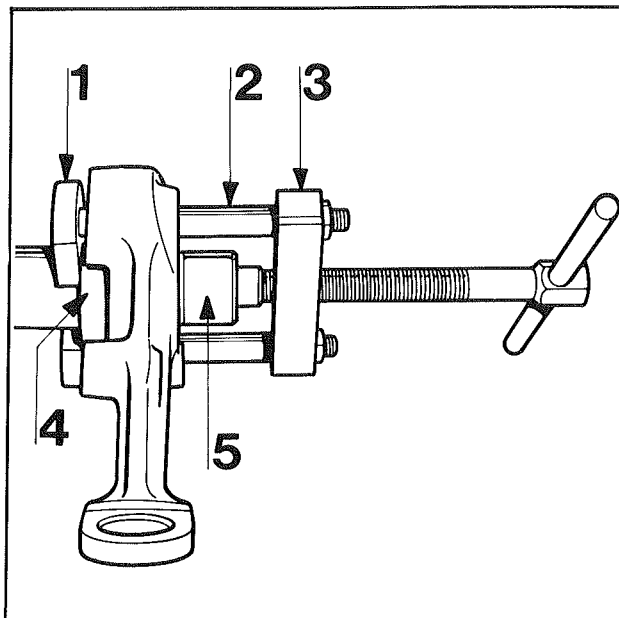

Fig. 1
- Mettre en place l'outillage d'extraction du support d'ancrage suivant figure 1